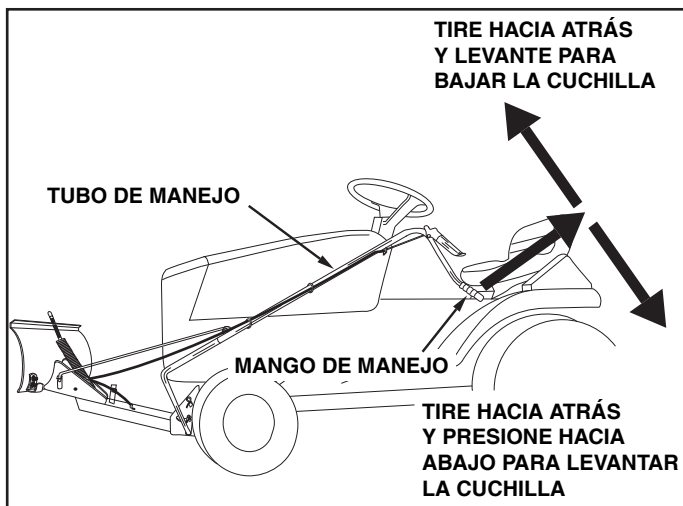

FIGURA 22
- Use el mango de manejo ubicado en el extremo del tubo de manejo. Para levantar la cuchilla, tire hacia atrás al tiempo que presiona el mango de manejo hacia abajo. Para bajar la cuchilla, tire hacia atrás al tiempo que mueve hacia arriba el mango de manejo. Vea la Figura 22.